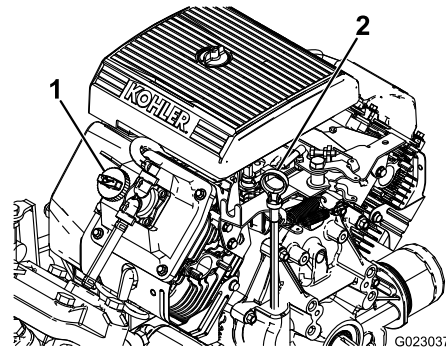

Figura 42
2. Retire la varilla y límpiela con un trapo limpio (Figura 42). Introduzca la varilla en el tubo asegurándose de que entre a fondo. Retire la varilla y compruebe el nivel de aceite.
3. Si el nivel de aceite es bajo, retire el tapón de llenado de la cubierta de la válvula (Figura 42) y vierta aceite por el orificio hasta que el nivel de aceite llegue a la marca LLENO de la varilla. Añada el aceite lentamente y compruebe el nivel a menudo durante este proceso. No llene demasiado.
8. Agregue lentamente un 80% de la cantidad especificada de aceite por el tubo de llenado (Figura 42).